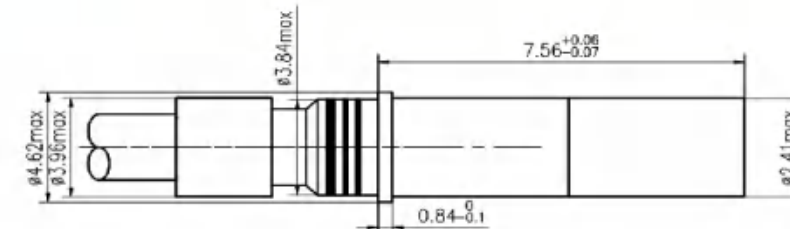

图 4.3-5
⑤按图 4.3-5, 使用表 3 规定的压接工具 M22520/5-01 工具和 M22520/5-03 压接屏蔽网压, 屏蔽网压接套的外直径一定小于 3.96mm。